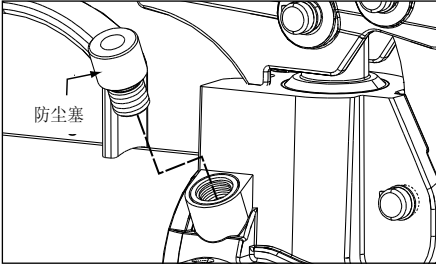

图 13, 溢流阀 (P-77、P-80、P-801 和 P-84)
- 在型号 P-77、P-80、P-801 和 P-84 上，溢流阀位于泵头的侧面。见图 13。